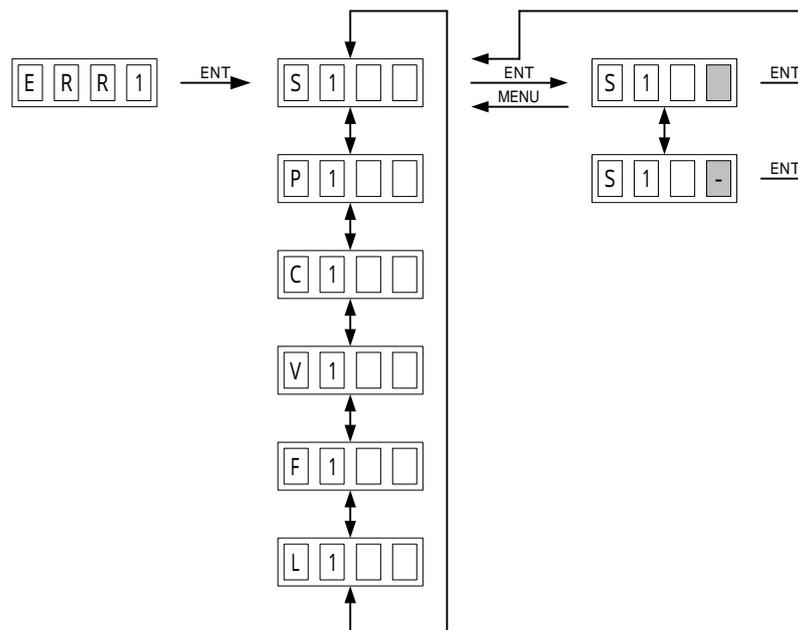

図4-3 表示器(「ERR1」例)
1) メインメニューで「ERR1」を選択し、ENTERボタンを押すと図4-3のような設定メニューが表示されます。ツマミを回して変更項目を選択し、ENTERボタンを押して項目を決定します。このとき、「 / - 」が点滅して変更可能になったことを示します。